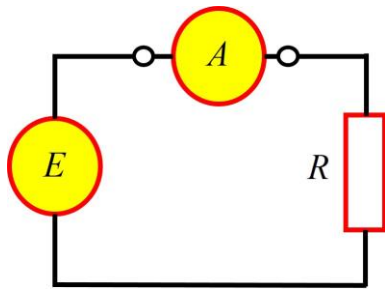

Рис. 3.5. Подключение амперметра в исследуемую цепь: E – ЭДС, R – резистор.
с подвижным узлом, от величины силы тока, протекающего через измерительный узел прибора. Амперметры включают последовательно (в разрыв цепи) на том ее участке, где необходимо определить силу тока (рис. 3.5). Шкалы амперметров обычно градуируют непосредственно в единицах силы тока: *амперах (A)*, *миллиамперах (mA)* или *микроамперах (μA)*.